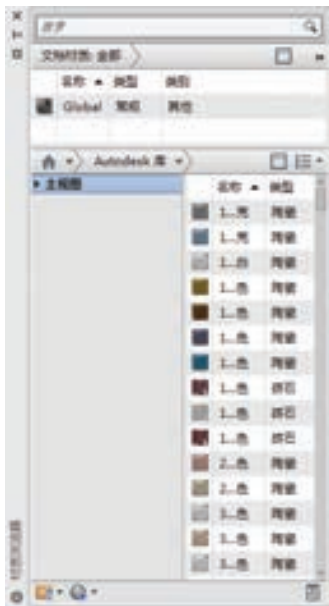

图 11-150 “材质浏览器”面板
1) 设置材质。单击“渲染”工具栏中的“材质浏览器”按钮, 打开“材质浏览器”面板, 如图 11-150 所示, 选择适当的材质赋予图形。